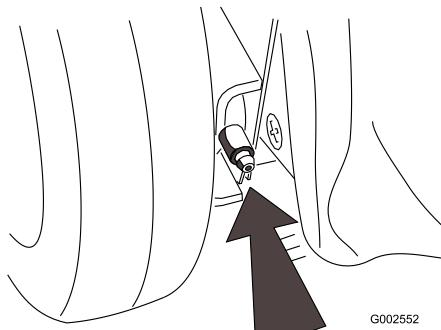

Figura 21
- Limpie con un trapo limpio los puntos de engrase (Figura 21).